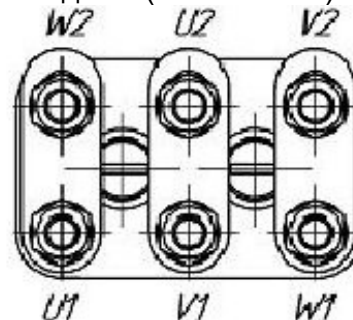

Рисунок 2. Положения перемычек трансформатора для схем $Y_n/\Delta-11$ и $\Delta/\Delta-0$
5.3.2 При питании трансформатора от трехфазной сети переменного тока напряжением 220 В необходимо соединить обмотки по схеме $\Delta/\Delta-0$ (рисунок 2).